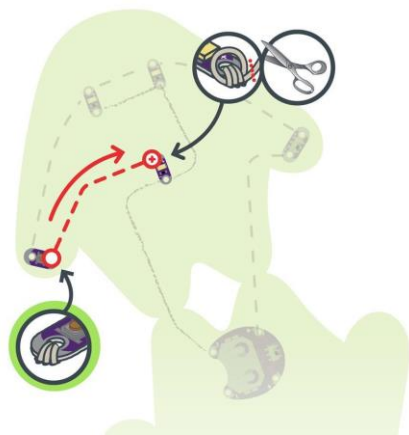

Рис. 5.21. Шиття між негативними вкладками
**Крок 4. Початок зворотного руху шиття.** Використовуючи новий шматок нитки треба прострочити три-чотири петлі навколо вкладки для зшивання. Далі - шити до позитивної сторони останнього світлодіода, закінчуючи трьома-чотирма петлями. Зв'язати і відрізати (рис. 5.21).